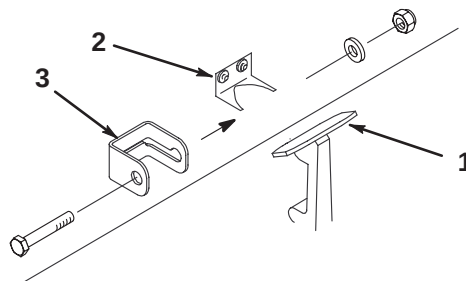

図 2
1. ブラケットからラッチを外す (図2)。
2. フード・ロック (図2) をラッチに合わせて入れる。
3. ラッチをブラケットに取り付け直す (図2)。
4. ロック・ブラケットにキャップスクリュー (1/4×1-1/2) を通し、平ワッシャ、ロックナットで締め付ける (図2)